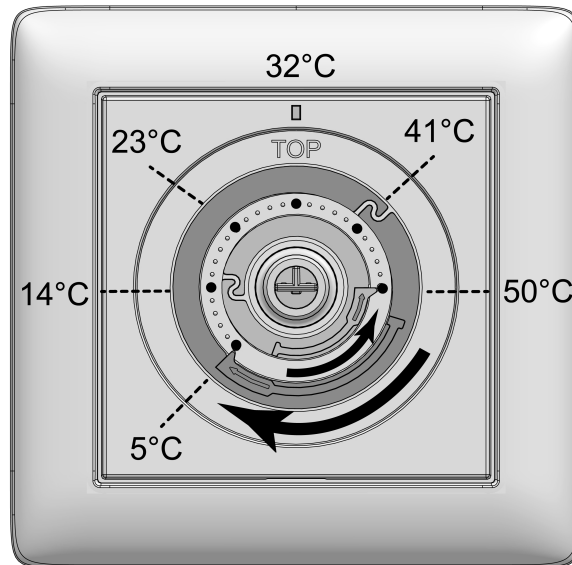

Bild 4: Inställningsringar för temperaturbegränsning
- Dra av manövreringsknappen (5) från centralplattan (4) så att inställningsringarna (6) syns (se bild 4). Temperaturvärdena på bilden visas i illustrationsyfte.